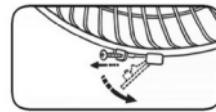
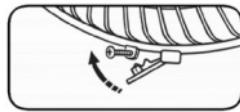
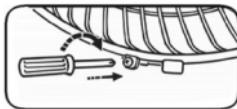

рис. 11
рис. 12
рис. 13
- Выкрутите крепёжный винт в нижней части решётки (рис. 11), установите фиксатор в правильное положение (рис. 12), закрутите крепёжный винт (рис. 13).